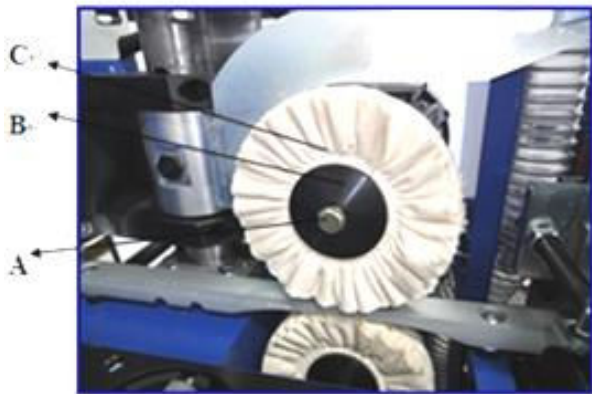

Рисунок 42
1. Ослабьте блокировочный винт А (рис. 42)
3. Как только достигните желаемого положения, затяните винт А (рис. 42)
1. Ослабьте фиксирующий винт А (рис. 42)
Для замены полировальных узлов необходимо ослабить крепежный винт **A** (рис. 42).
Вытяните фланец **B** (рис. 42).